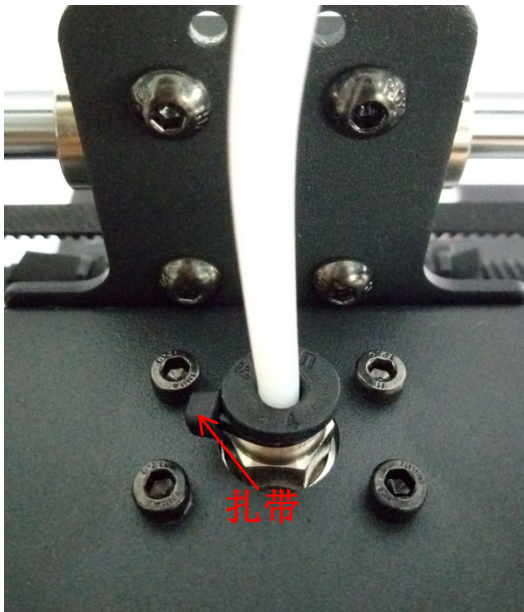

图 5
(3)如图5，为使打印头铁氟龙送料管稳固不松动，快接头已用扎带限位，请不要剪断扎带。只有当更换打印头时，才需剪断扎带，以便下压快接头塑料圆环，拔出铁氟龙管。